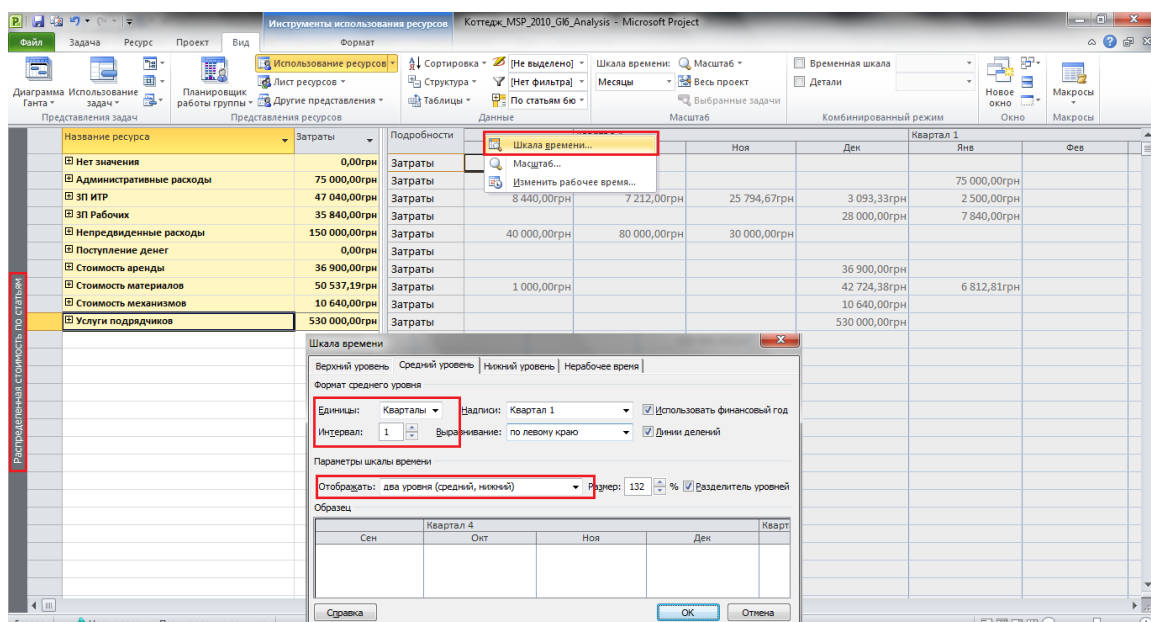

Рисунок 9.22 Распределенная по месяцам стоимость проекта в разрезе статей затрат
12. В нижнем уровне выбрать единицы «Месяцы» с интервалом «1» и нажать «ОК», Рисунок 9.22